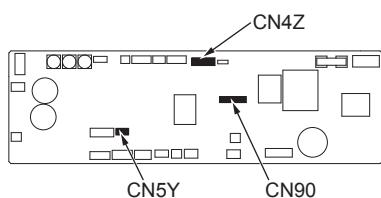
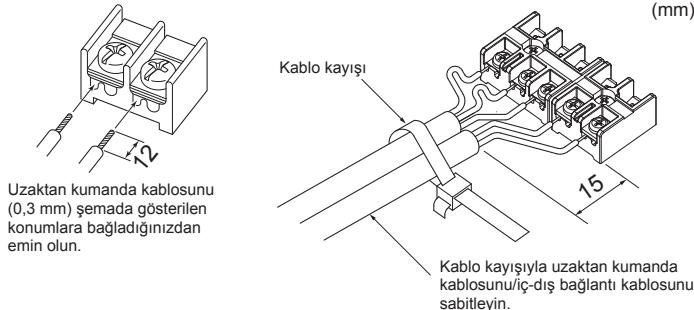

Fig. 4-2
Fig. 4-3
4.1. İç ünite (Fig. 4-1, Fig. 4-2, Fig. 4-3)